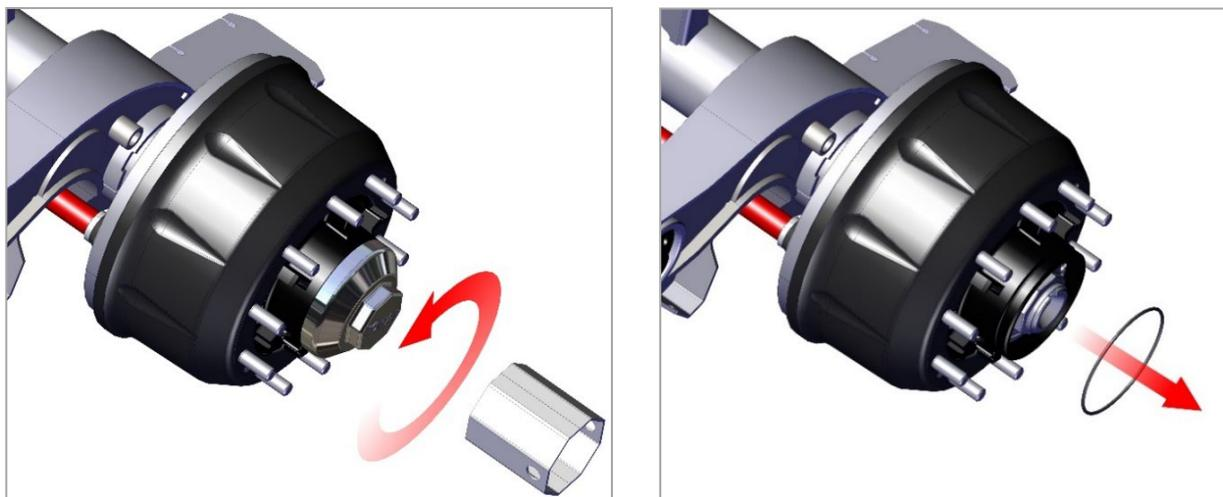

Рис. 11. Снятие крышки ступицы.
1) Отверните специальным ключом крышку ступицы, убедитесь, что резиновое уплотнительное кольцо не повреждено (рис. 11).